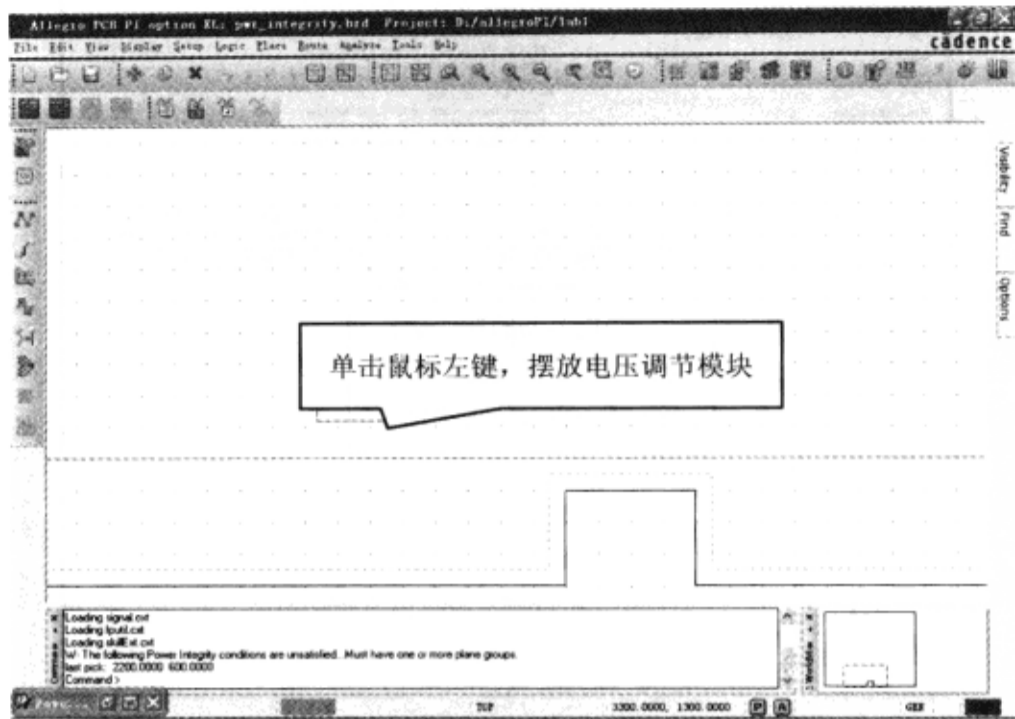

图 7-12-58 摆放电压调节模块
(2) 把电压调节模块图标拖动到电路板凹槽的左边，单击鼠标左键放置电压调节模块，如图 7-12-58 所示。